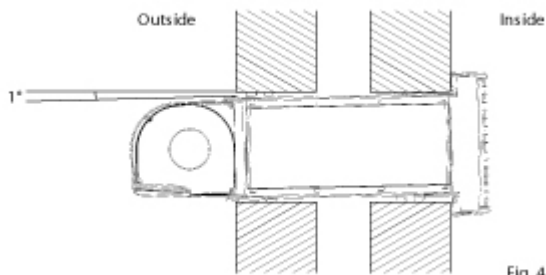

Fig. 4
4. Faire l'ouverture de 152 mm dans le mur en assurant une légère pente de l'intérieur vers l'extérieur. (fig4)